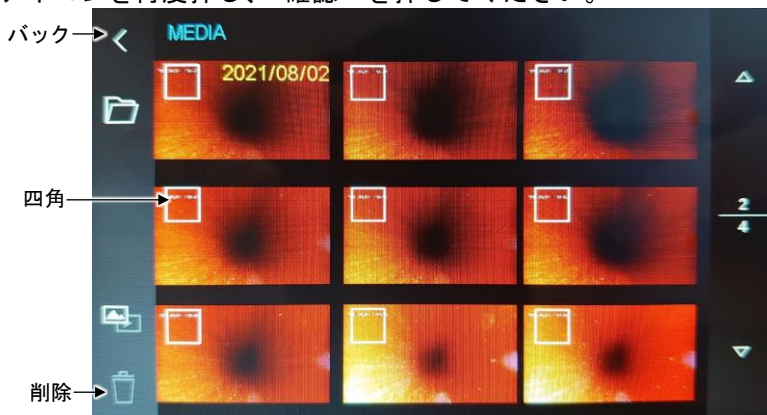

図 19
1. 削除アイコンを押すと、各画像の左上に四角が表示されます。(図 19)